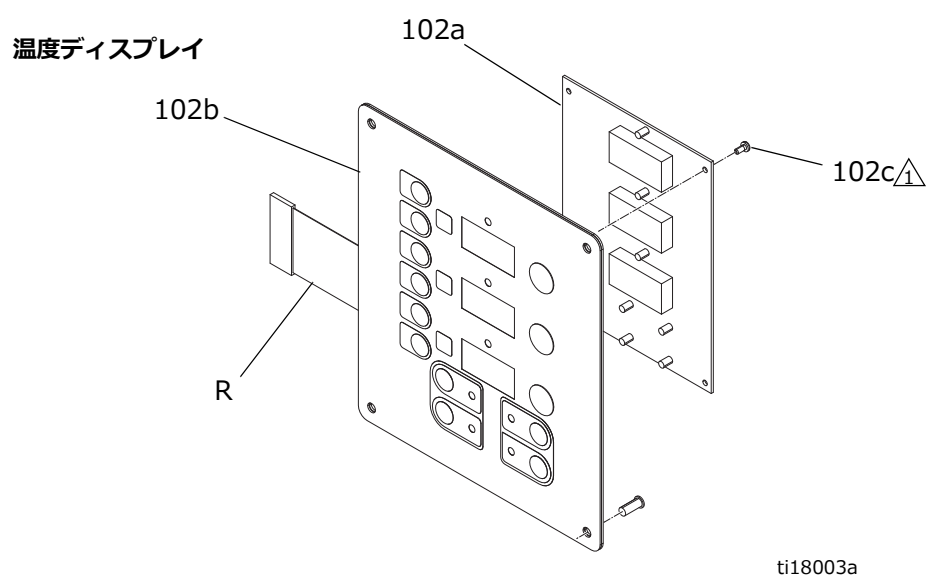

図 17: ディスプレイモジュール
5. ディスプレーモジュールの左下の隅にあるメインディスプレイケーブル (106) の接続を外します。図 17(40 ページ) を参照してください。
6. ネジ (116) とエンドカバー (105) を取り外します；図 17(40 ページ) を参照してください。
7. ケーブルコネクタの接続を温度ディスプレイ (102) の後ろから外します。図 17、40 ページを参照してください。
8. ディスプレーの背面からリボンケーブル (R) を外します。図 17(40 ページ) を参照してください。
9. ナット (103) とプレート (101) を取り外します。
10. ディスプレーを分解します。図 17 (40 ページ) の詳細を参照してください。
12. ジャンパ (119) を交換用ディスプレイボードの J1 に移動します。図 17、40 ページを参照してください。
13. 逆の順で組み立て直します。図 17(40 ページ) を参照してください。示されている箇所に、中程度の強度のねじ山シーラントを塗って下さい。ディスプレイケーブルの接地線 (G) がケーブルブッシングとカバー (105) の間にネジ (107) で固定されていることを確認して下さい。